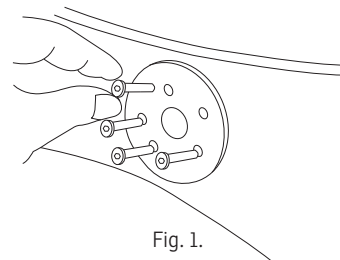

Fig. 1.
Begin by inserting 5 long screw (D) through holes on plate (C) under bottom of ring base (B) as shown in fig. 1.
Rozpocznij od włożenia 5 długich śrub (D) w otwory płyty (C) oraz od spodu podstawy (B), tak jak na rys. 1.